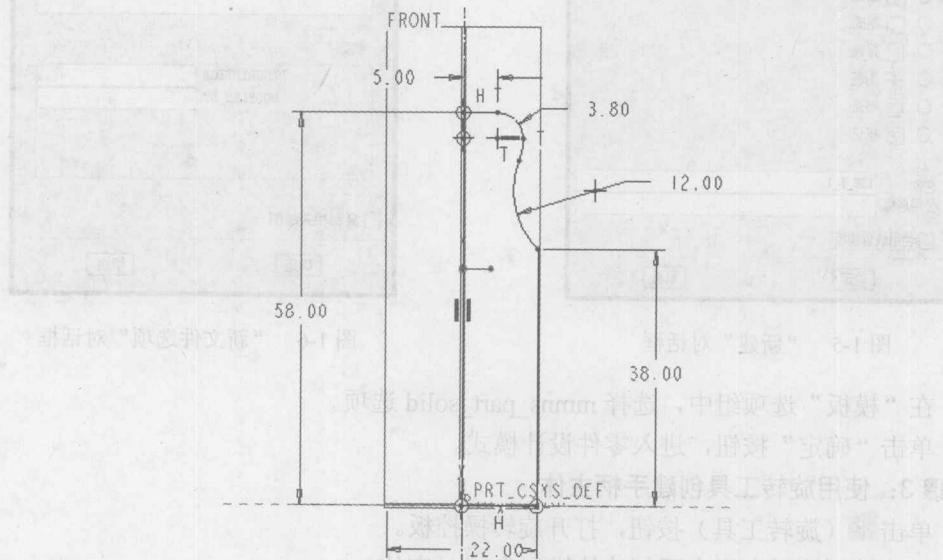

图 1-9 草绘截面
5) 使用草绘工具绘制如图 1-9 所示的封闭剖面。单击 \checkmark （继续当前部分）按钮，完成草绘并退出草绘器。